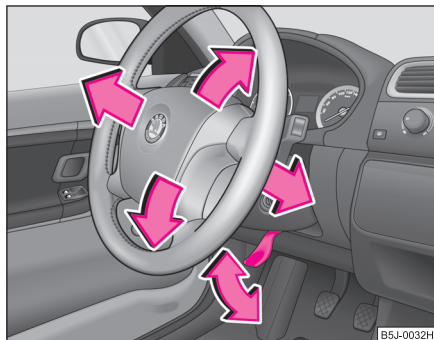

Fig. 99 Volant réglable:
- Tirez la manette sous la colonne de direction ⇒ fig. 99 vers le bas ⇒ !.